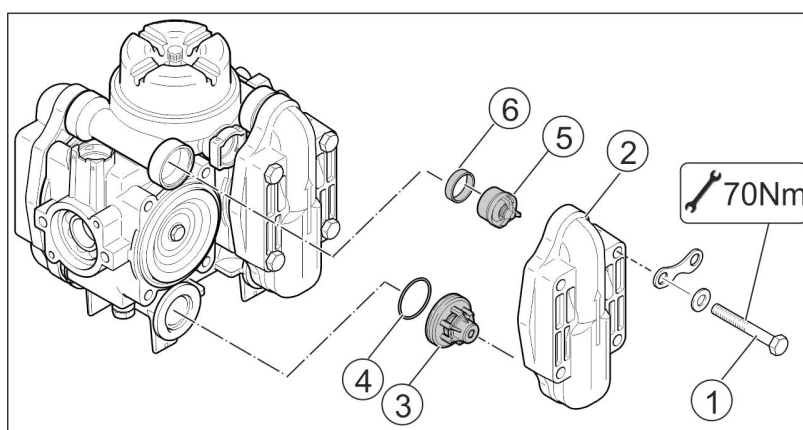

Fig. 191
1. Deșurubați capota (Fig. 191/1) de la acoperișul cabinei.